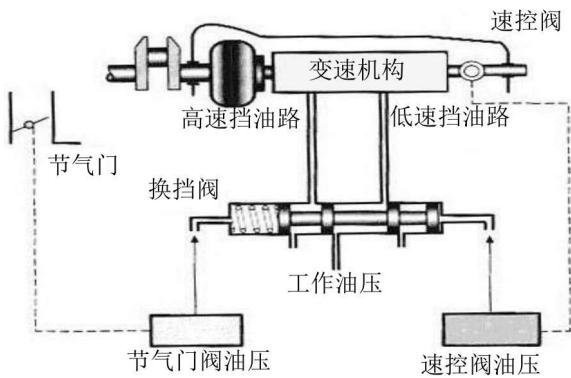

图 1-4 液控自动变速器示意图
(1) 液压控制自动变速器。如图 1-4 所示，在液控的自动变速器中，采集发动机负荷大小的是节气门开度阀或真空压力调节器，通过这两个装置把发动机负荷大小转换成相应的油压，并且把该油压作用于换挡阀的一端；采集汽车车速快慢的是调速阀，通过该装置把汽车车速高低转换成相应的油压，并且把该油压作用于换挡阀的另一端，换挡阀两端的油压比较大小，决定换挡阀的位置状态，从而决定变速器的升降挡，20 世纪 80 年代中